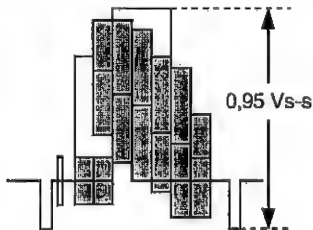

Abbildung 5-6.
- Die Amplitude des Ausgangssignals muß 1,0 Vs-s betragen, wie in Abbildung 5-6 dargestellt.